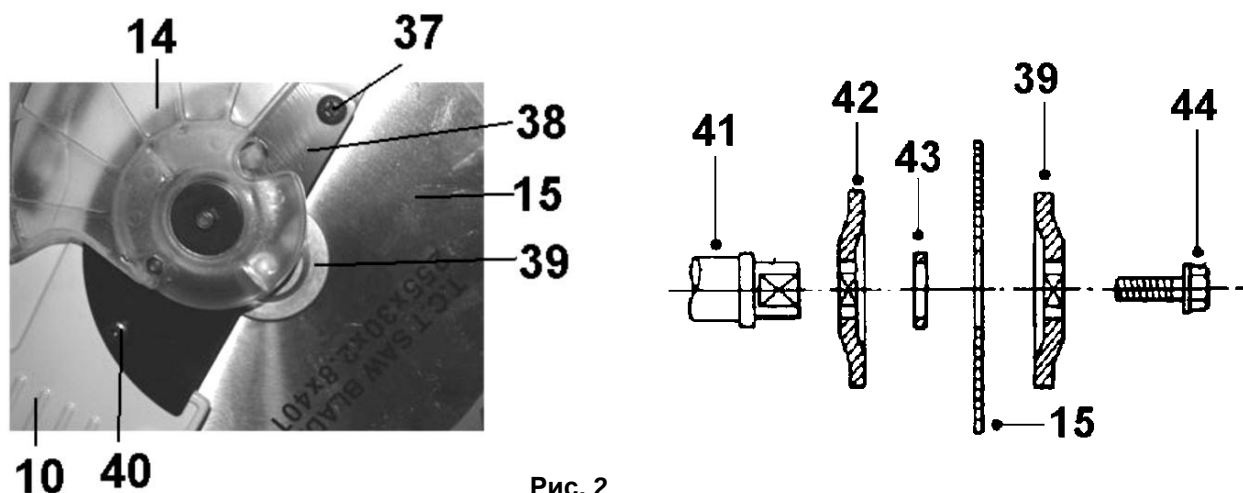

Рис. 2
Установка и снятие пильного диска (Рис.2)
- Переведите защитный кожух (14) в верхнее положение так, чтобы открыть полный доступ к пильному диску(15)(См. Рис.2).
- Для снятия пильного диска (15) переведите защитный кожух (14) в верхнее положение, выкрутите винт (37) и ослабьте винт (40)(См. Рис.2). Нажмите и удерживайте кнопку (28)(См. Рис.1), проворачивая пильный диск (15) и зафиксируйте его.
- По часовой стрелке выкрутите болт (44)(См. Рис.2). Снимите наружный фланец (39) и пильный диск (15)(См. Рис.2).
- Помните, что твердосплавные напайки на зубьях пильного диска (15) весьма хрупкие. Крайне внимательно обращайтесь с пильным диском (15), избегая его падений и ударов по напайкам.
- Перед установкой пильного диска (15) внимательно осмотрите каждую напайку. На них не должно быть трещин и сколов. После установки пильного диска (15) при первом включении и при последующей работе не находитесь в плоскости вращения пильного диска (15).
- Установите пильный диск (15) так, чтобы зубья пильного диска (15) были направлены вниз в передней части пилы. На шпиндель (41) установите внутренний фланец (42), переходное кольцо (43) и пильный диск (15) с соответствующим посадочным диаметром. Установите наружный фланец (39).
- Закрутите болт (44)(См. Рис.2), вращением против часовой стрелки, удерживая кнопку (28) фиксации пильного диска (15) в нажатом положении. Установите и закрепите защитный кожух (14).
⚠ Внимание! Убедитесь в том, что пила не касается струбцины (6) при опускании рукоятки (12) вниз Рис. 2. Если струбцина (6) мешает, её необходимо перенести на другую сторону упора (4).
- Для выполнения косого пиления необходимо ослабить винт фиксации поворотного стола (7), повернуть поворотный стол (5) (См. Рис.1), до нужного угла за рукоятку винта фиксации поворотного стола (7) и зафиксировать данное положение винтом фиксации поворотного стола (7), Рис. 2. При длительной работе с одним заданным углом периодически проверяйте точность установки, так как винт фиксации поворотного стола (7) может ослабнуть.